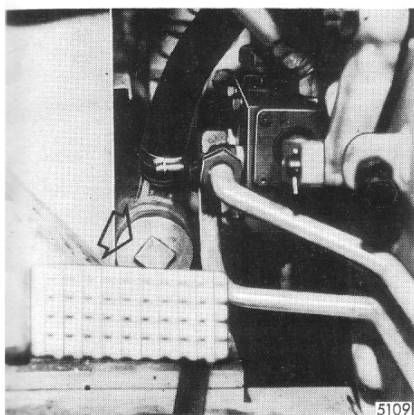
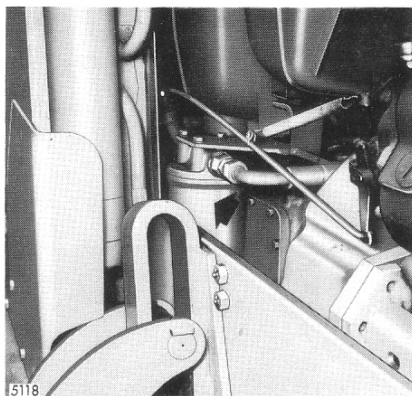

Fig. 29. Sugsil
Fig. 31. Hydrauliska systemets oljefilter
13. Byt olja i hydrauliska systemet. Oljan avtappas genom att öppna bottenpluggen i tanken (åtkomlig när höger sidoplåt för motorn tagits bort.) Tag dessutom bort pluggen på sugledningen och tag ur och rengör silen (åtkomlig från förarplatsen på vänster sida framför kopplingspedalen) fig. 29. Vid oljebyte skall också insatsen i oljefiltret på höger sida under hydraultanken bytas, fig. 31.